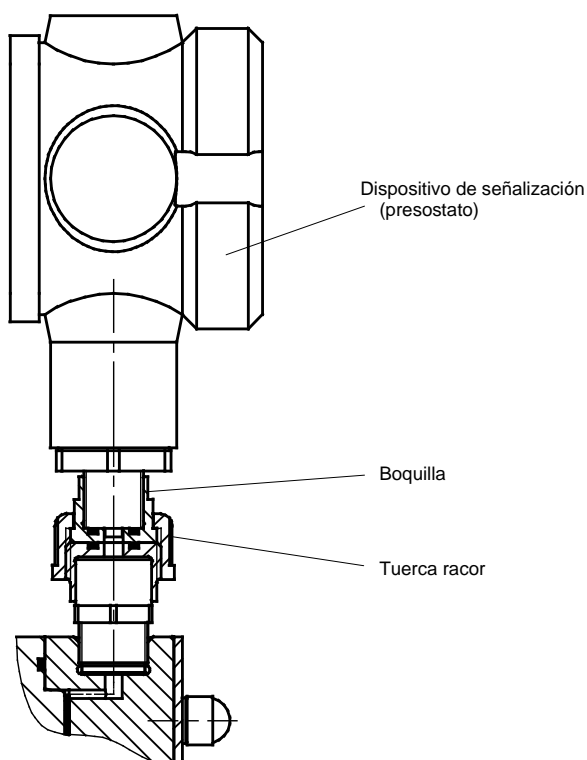

Fig. 41
- Soltar la tuerca racor y desmontar el dispositivo de señalización (ver fig. 41/42).